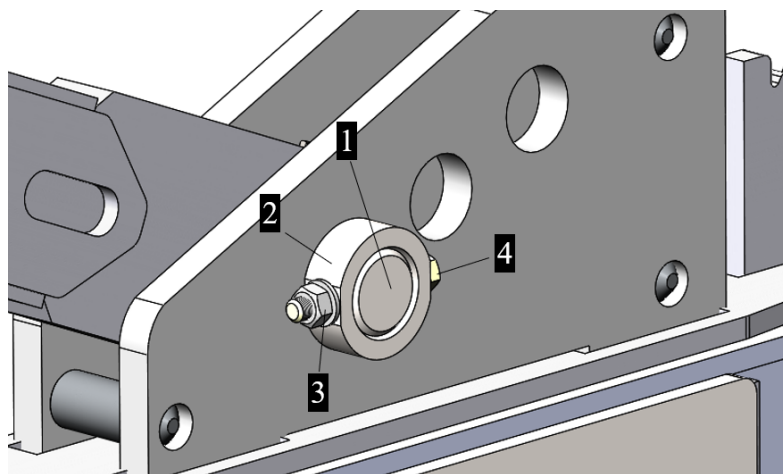

Рисунок 3.71. Центрирование отверстий тяги с толкающим бруском
- ▶ Зафиксировать палец 1 кольцом 2, используя болт 3, шайбы и гайку 3, см. рис. 3.71.